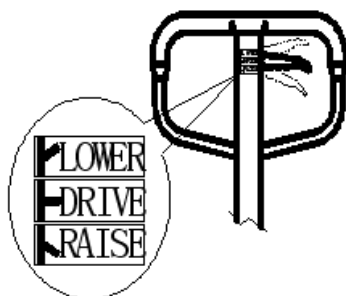

Рисунок 3. LOWER: опускание – положение опускания; DRIVE: движение – среднее положение; – положение подъема.
Вы можете видеть маленькую ручку управления (119) над ручкой на ручной тележке для транспортировки грузов на поддонах. Ее можно переводить в три положения (см. рис. 3). После окончания работы ее необходимо перевести в положение Middle (Среднее). Эти три положения были настроены соответствующим образом перед отправкой с завода. Если при аварийной ситуации происходят изменения, вы можете перезагрузить их в соответствии со следующими шагами: